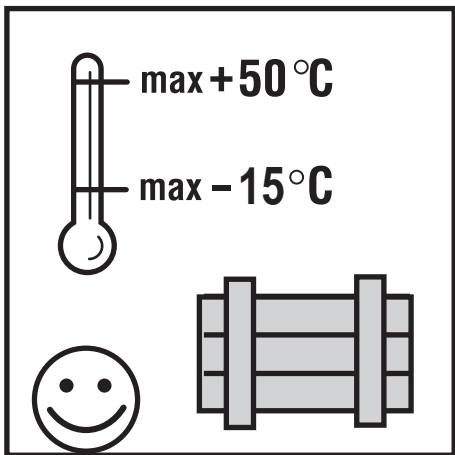

Fig.: 7
- Não deixar o motor exposto a temperaturas superiores a $+50^{\circ}\text{C}$, caso contrário poderia haver perdas do líquido do motor (Fig.: 7)
- Temperatura de armazenamento com o motor originalmente abastecido na fábrica não deverá ser inferior a -15°C ; com abastecimento de água, evitar o risco de congelamento (Fig.: 7)